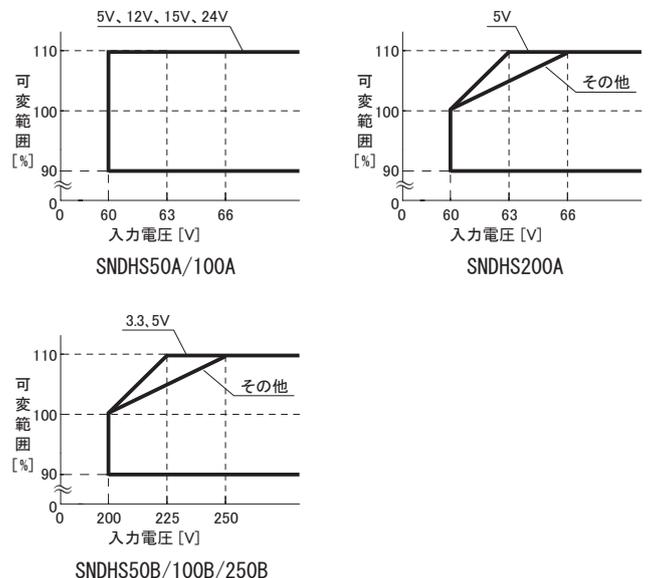

図4.3 出力可変範囲
- 入力電圧範囲がDC60 ~ 66V、DC200 ~ 250Vの場合、出力電圧範囲は図4.3のようになります。